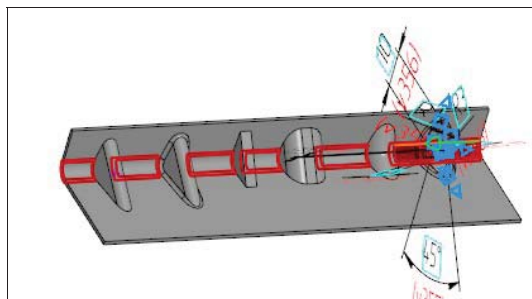

Рис. 29.32. Варианты построения
- ◆ задайте положение ребра усиления. Для этого требуется указать, в какой точке средняя плоскость пересекает ребро сгиба. Это можно сделать одним из способов (рис. 29.32):
- ◆ если необходимо, включите опции **Прогиб** и **Скругление основания**, поставив переключатели в **Положение 1** (включено). По фантому определитесь с выбранными размерами (рис. 29.32);
- ◆ для завершения построения нажмите кнопку **Создать объект** — на сгибе листовой детали появилось ребро усиления, а в **Дереве** модели — его пиктограмма. Самостоятельно создайте варианты ребер на данной листовой детали, как на рис. 29.32.